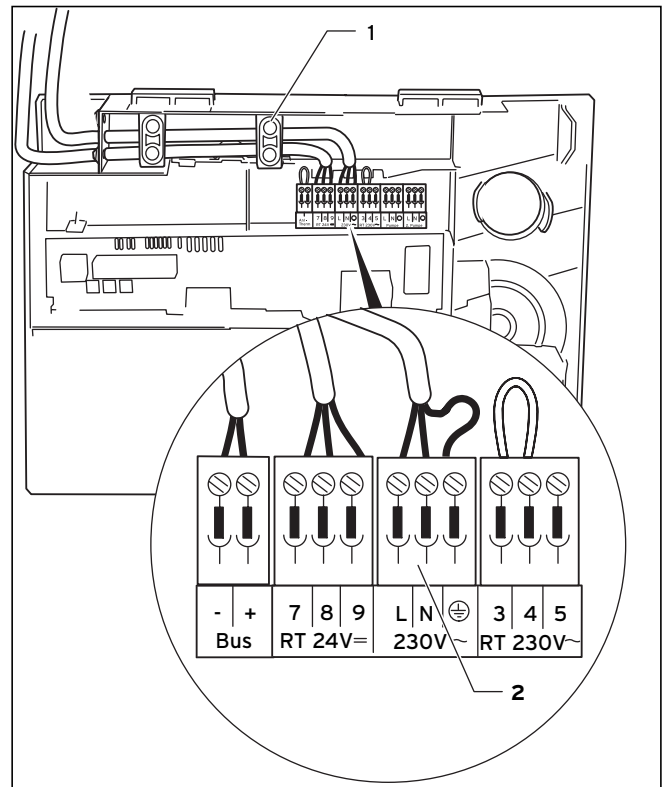

Abb. 5.8 Anschluss einer witterungsgeführten Regelung
- Verlegen Sie die erforderlichen Leitungen zur Anschlussebene im Schaltkasten wie in Abbildung 5.8 gezeigt.
- Schließen Sie die Anschlusskabel entsprechend Abbildung 5.8 an die entsprechenden ProE Stecker bzw. Steckplätze der Elektronik an.